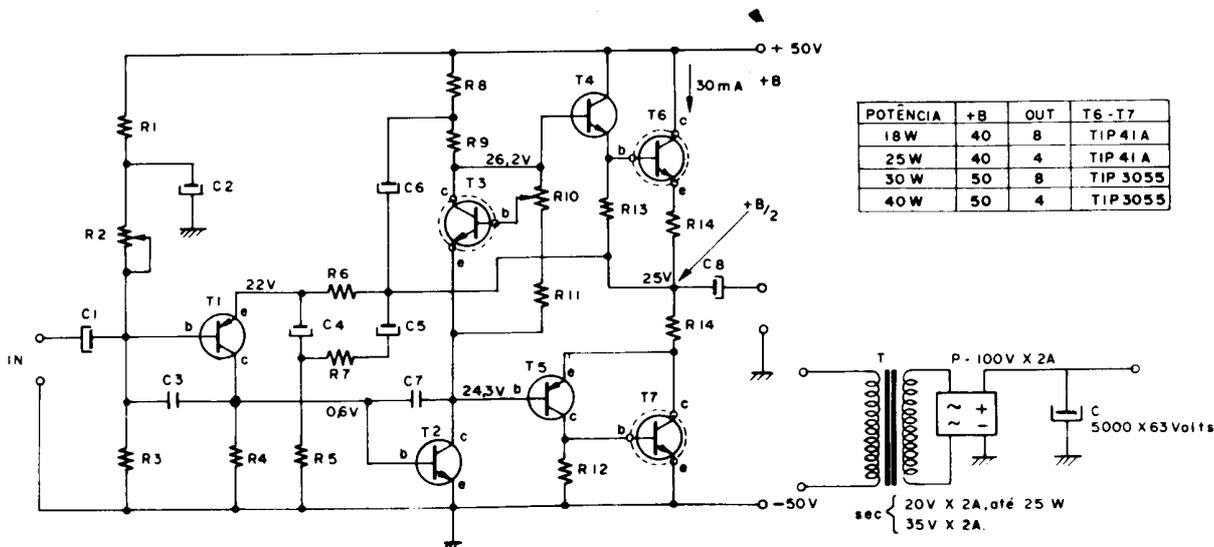

FIGURA 8
A figura 8 mostra o diagrama esquemático do amplificador que tem potência variável de 18 a 40 Watts, respectivamente. Essa gama de potência está diretamente ligada à escolha dos transistores de saída, T6 e T7, bem como a tensão +B aplicada neles. Ao lado do diagrama esquemático elétrico, FIGURA 8, aparece uma tabela onde estão os tipos de transistores (T6, T7) usados, potência, a tensão +B e a impedância de saída. Abaixo, mostramos o quadro com as principais características desse módulo de potência.
POTÊNCIA	VEJA TABELA NA FIGURA 8
- T 6 - NPN silício (veja tabela figura 8)
- T 7 - NPN silício (veja tabela figura 8)
A fonte de alimentação que é mostrada junto com a FIGURA 8 é do tipo retificação de onda completa por ponte. Para as potências de 18 e 25 Watts, o transformador T deverá ter seu secundário 28 Volts AC X 2 ampères. Para potência entre 30 e 40 Watts o secundário deve ter 35 Volts AC X 2 ampères. Se for utilizado em versão estéreo, a corrente do transformador deverá ser duas vezes as mencionadas para versão mono.